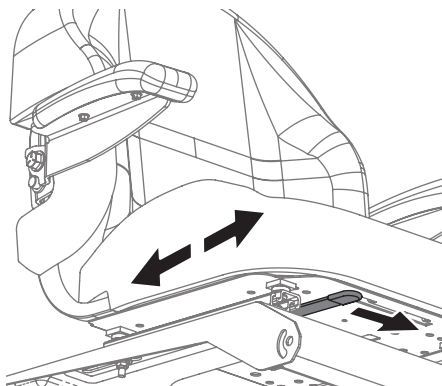

Figure 17
3. Relâchez le levier de réglage. Assurez-vous que le siège est bien verrouillé dans la position souhaitée avant de l'utiliser. Consultez la Figure 17.